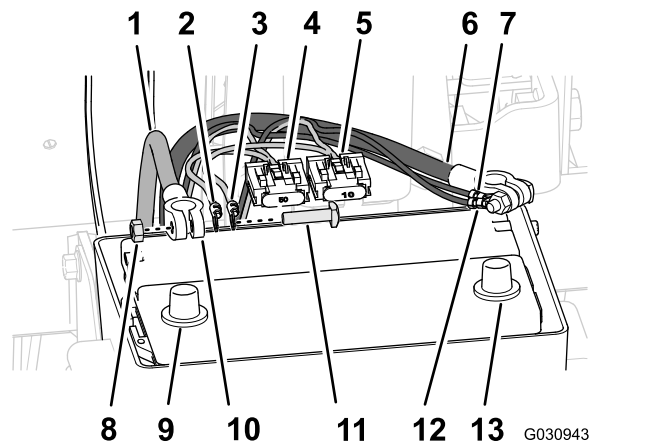

图 144
- 将后线束的正极端子红线、负极端子黑线和保险盒 50A 向上放置于电池盒与机器底盘之间图 144。
- 从正极和负极电池接线的端子卸下 T 形螺栓和六角螺母(图 144)。
- 将 T 形螺栓穿过后线束的正极端子红线、导航电气线束的正极端子以及正极电池接线的端子图 144。
- 用六角螺母松松地固定端子和 T 形螺栓图 144。
- 将 T 形螺栓穿过后线束的负极端子黑线、导航电气线束的负极端子以及负极电池接线的端子图 144。